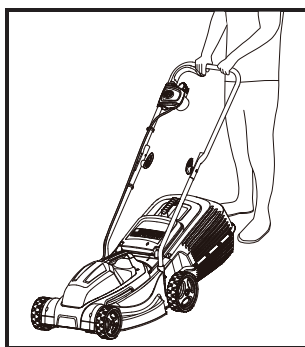

Fig. 8
2. Ce produit est destiné à une utilisation domestique privée uniquement, et non à des fins commerciales. Il ne doit pas être utilisé à des fins autres que celles prévues. Utiliser le produit correctement (Fig. 8).